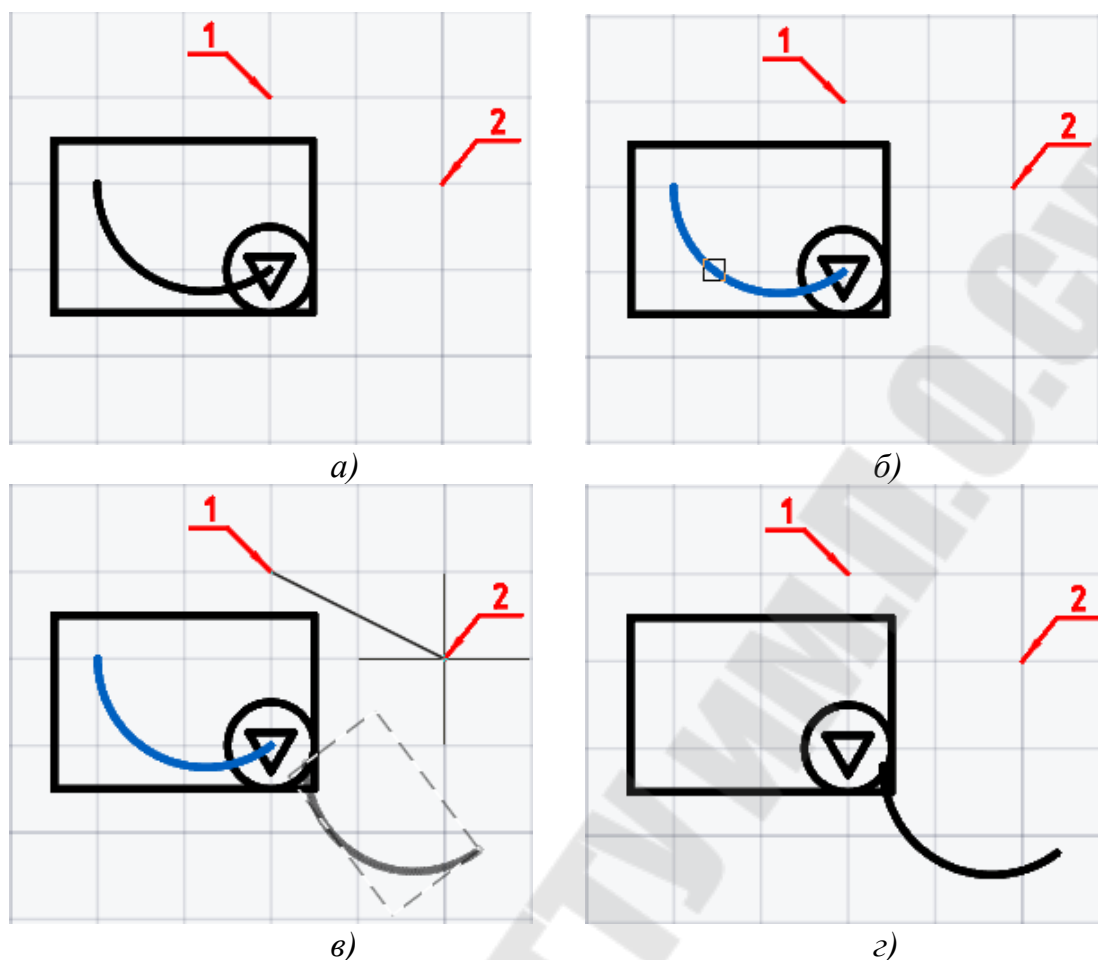

Рис. 3.181 Копирование объектов командой ЗЕРКАЛО относительно нейтрали:
Пример 19. Построить зеркальную копию дуги (рисунок 3.181, а) относительно оси нормали к линии, проходящей через точки (1) и (2), с удалением исходного объекта.
Протокол выполнения построения с использованием команды **ЗЕРКАЛО** приведен ниже. Порядок выполнения действий в соответствии с протоколом и результат построения приведены на рисунок 3.181.